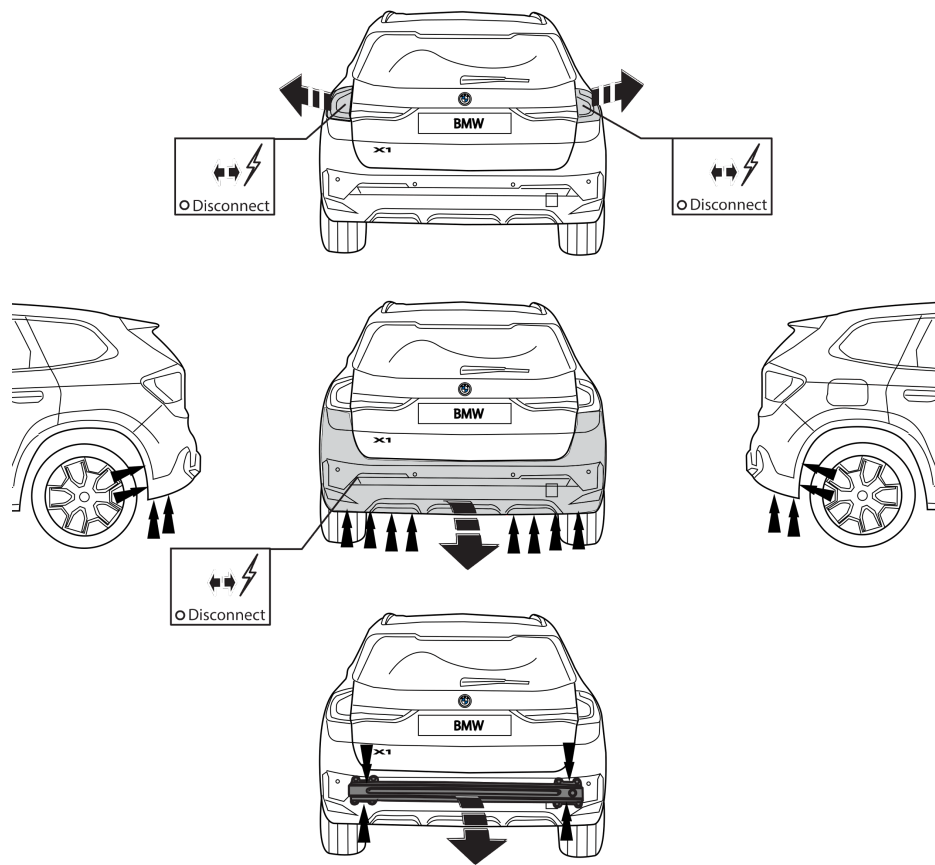

Fig. 1
1. Снять оба блока задних фар. Снять бампер вместе со буферным брусом автомобиля. Буферный брус больше не понадобится. См. рисунок 1.
4. Герметизировать обозначенные части (см. рис. 1)